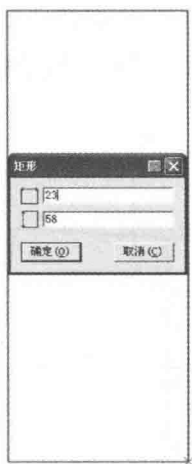

图6-39 画矩形
(2) 选择 【智能笔】工具在空白处拖定出裙长 58cm，前臀围 23cm (计算公式： $\frac{\text{臀围 } 92\text{cm}}{4}$) (图 6-39)。